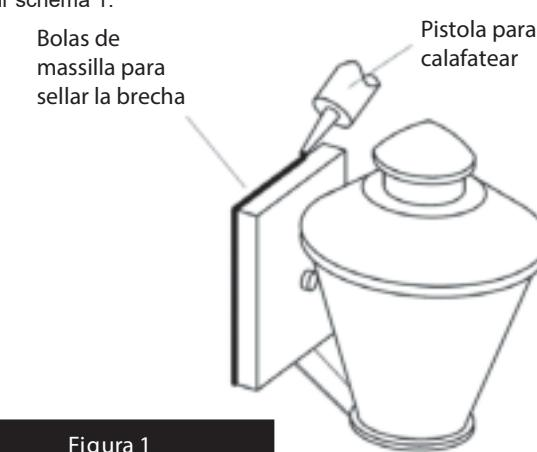

Figura 1
- Conecte el cable de alimentación positivo (A) (normalmente negro o la cara lisa, sin marcas del cable de dos conductores) de plomo accesorio positivo (B) con un giro de tamaño adecuado en el conector - **Véase la Figura 1 y 2.**
- Conecte el cable de alimentación negativa (C) (por lo general de color blanco o el lado marcado estriado del cable de dos conductores) de plomo accesorio negativo (D).
Para conectar a tierra en un sistema eléctrico de 3 hilos, fije el cable de tierra del artefacto (E) (generalmente de cobre o verde recubierto de plástico) a la brida de montaje accesorio (M) con el tornillo de tierra (S) - **Véase la Figura 1.**